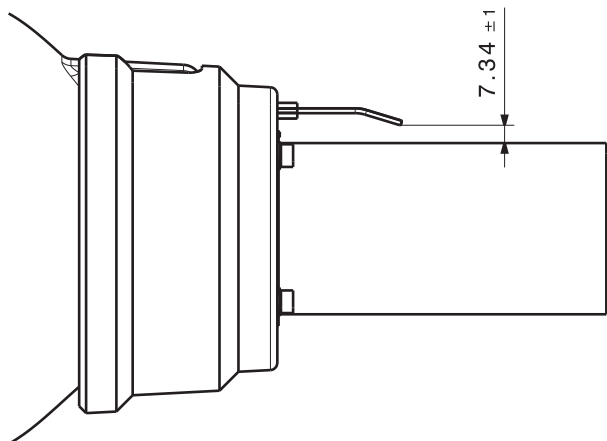

Abb. 504 Abstand der Zündelektroden zum Flammrohr
2. Abstand der Elektrodenspitzen zum Flammrohr prüfen (siehe Abb. 504).